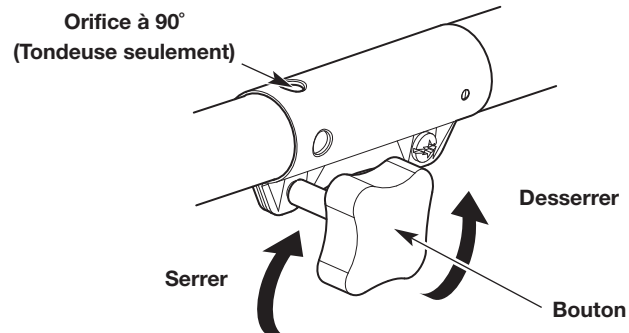

Fig. 8
3. Tournez le bouton dans le sens contraire des aiguilles d'une montre pour desserrer le coupleur (Fig. 8).
6. Tournez le bouton dans le sens contraire des aiguilles d'une montre pour serrer le coupleur (Fig. 8).
REMARQUE : Pour tailler une bordure décorative avec un accessoire taille-bordures, verrouillez le bouton de déclenchement dans l'orifice à 90° (Fig. 8).
2. Tournez le bouton dans le sens contraire des aiguilles d'une montre pour desserrer le coupleur (Fig. 8).